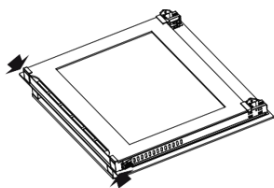

Figura 3
- Abra completamente a porta e pressione os fechos de plástico de cada lado da porta (figura 3).